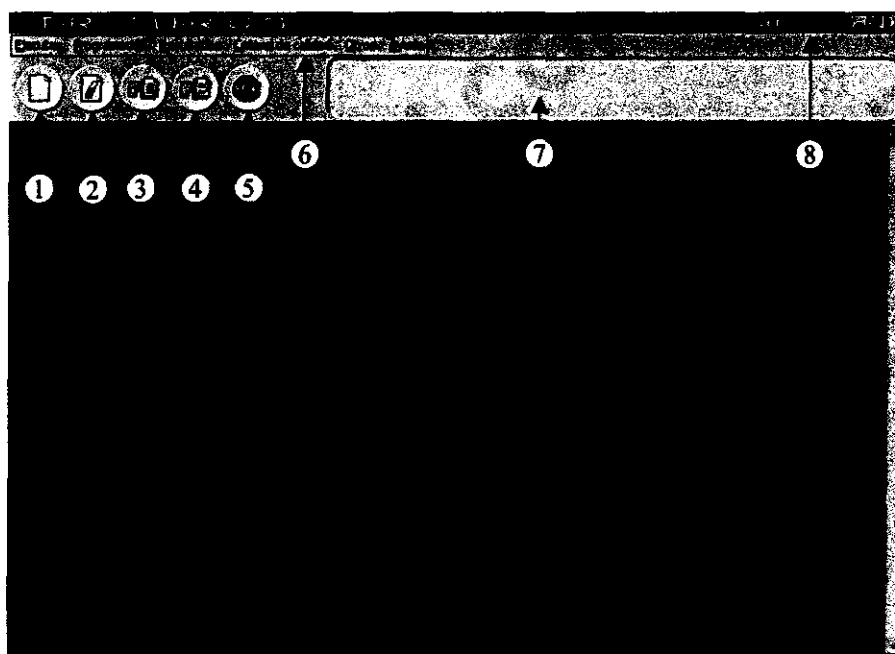

Figura 1: Ventana de Estado
**(6) Barra de menús con las siguientes opciones:**
**Ejecutar:** Permite acceder a la Hoja de Trabajo para procesar una serie de técnicas y salir (equivalente a seleccionar el icono Ref. 1 de la Figura 1).
**Resultados:** Permite visualizar resultados de series anteriores (equivalente a seleccionar el icono Ref. 3 de la Figura 1) y permite exportar resultados.
Seleccionando el icono de Hoja de Trabajo (Ref. 1, Figura 1) aparecerá la Hoja de Trabajo con un cuadro de diálogo superpuesto que permite al OPERADOR decidir el tipo de identificación de muestras a utilizar.